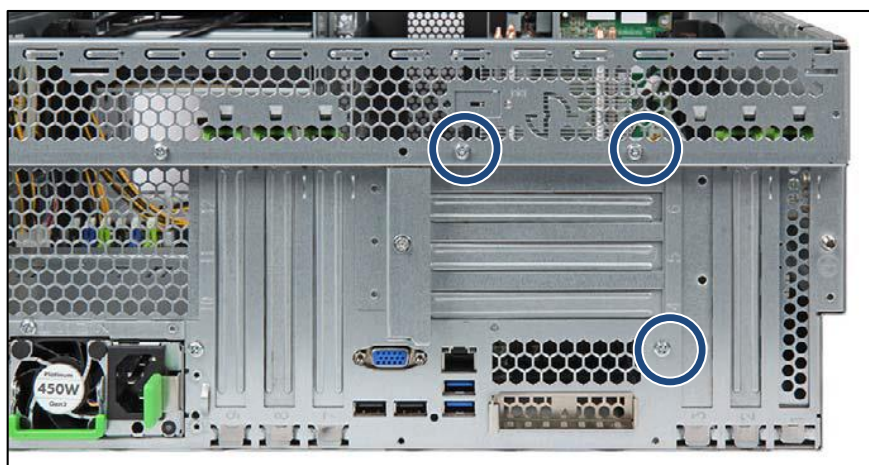

図 4: ライザーモジュールの取り付け - ライザーモジュール 1 の例
- ◆ 背面の3本のネジを取り外します(図4の丸で囲んだ部分を参照)。